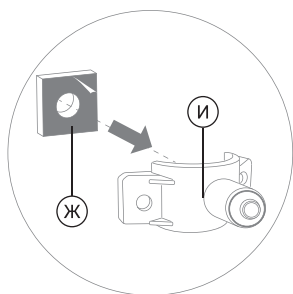

Рис. 6
2. Снимите с уплотнительной прокладки (Ж) защитную пленку. Приклейте прокладку с внутренней стороны хомута (И), одновременно совмещая отверстие в прокладке с выходным отверстием в хомуте (рис. 6).